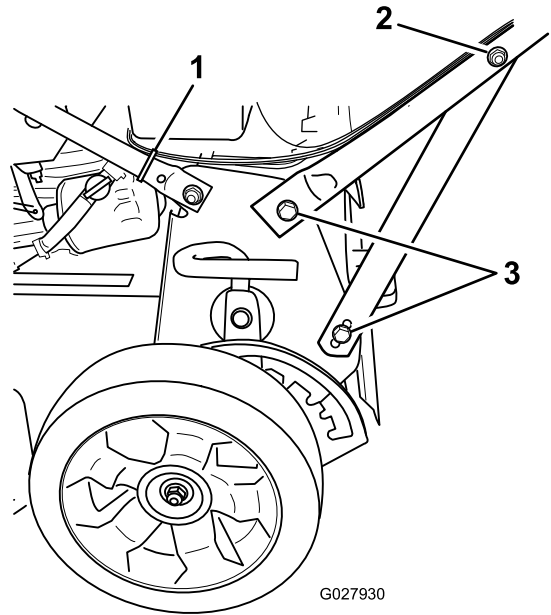

Figura 4
4. Apriete las fijaciones del manillar en ambos lados de la máquina, según se muestra en Figura 4.
2. Tuerca del soporte del manillar (2)
3. Perno (4)
5. Utilice una brida para sujetar los cables al manillar inferior, en la posición indicada en Figura 4